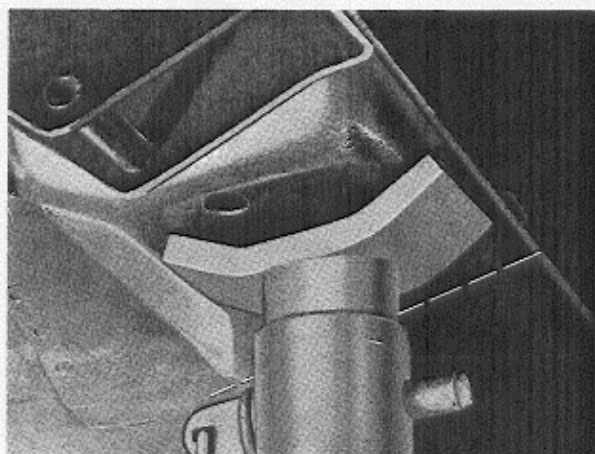

Abb. 4 Anbringung des Wagenhebers bei Anheben des Fahrzeughinterteils
1. Radzierdeckel entfernen und Radmuttern einige Umdrehungen lösen. Fahrzeug vor den hinteren Wagenheberansätzen gemäß Abb. 4 aufbocken. Rad abnehmen.
1. Radzierdeckel entfernen. Radmuttern einige Umdrehungen lösen. Hinterachse vor den Wagenheberansätzen gemäß Abb. 4 aufbocken. Rad abnehmen. Stoßdämpfer abschrauben und herunternehmen.
1. Fahrzeug an den hinteren Wagenheberansätzen gemäß Abb. 4 aufbocken. Wagenheber stehenlassen.
1. Fahrzeug gemäß Abb. 4 vor den hinteren Stoßdämpferbefestigungen aufbocken.